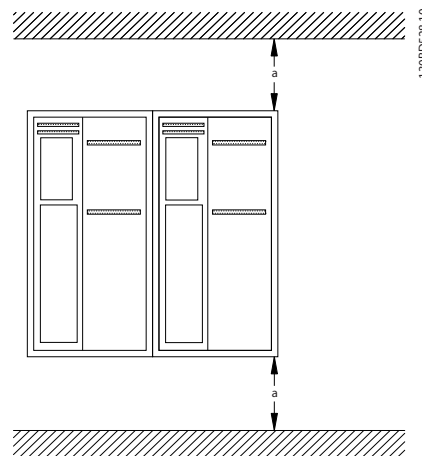

図 3.2 上部および下部の冷却用空きスペース
- 上部と下部に冷却用空きスペースを確保してください。空きスペースの要件については、図 3.2を参照してください。